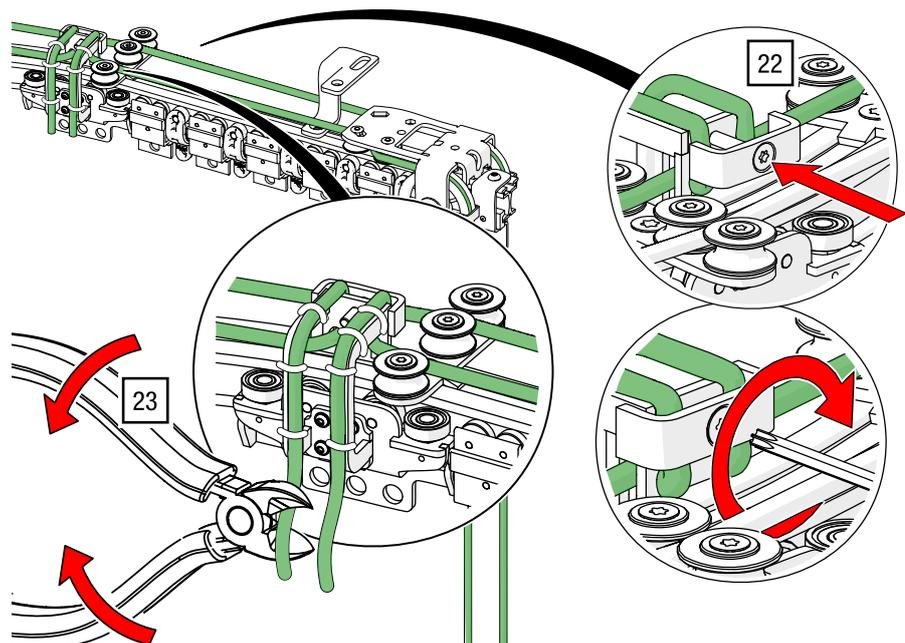

Abb. 101: Obenliegende Seilführung – Seilenden befestigen, abschneiden und veröden
22. Verklemmen Sie beide Seilenden im zweiten Zugwagen mit einem TORX®-Schlüssel T30 und 11 Nm und (siehe Abb. 101).
23. Schneiden Sie die Enden ab und veröden Sie diese (siehe Abb. 101).
16. Verklemmen Sie beide Seilenden im zweiten Zugwagen mit einem TORX®-Schlüssel T30 und 11 Nm und binden Sie diese an mehreren Stellen am Zugwagen mit vier Kabelbindern fest analog der Vorgehensweise der obenliegenden Seilführung entsprechend Abb. 101 [► S. 80].
17. Schneiden Sie die Enden mit einem Seitenschneider ab und veröden Sie diese analog der Vorgehensweise der obenliegenden Seilführung entsprechend Abb. 101 [► S. 80].